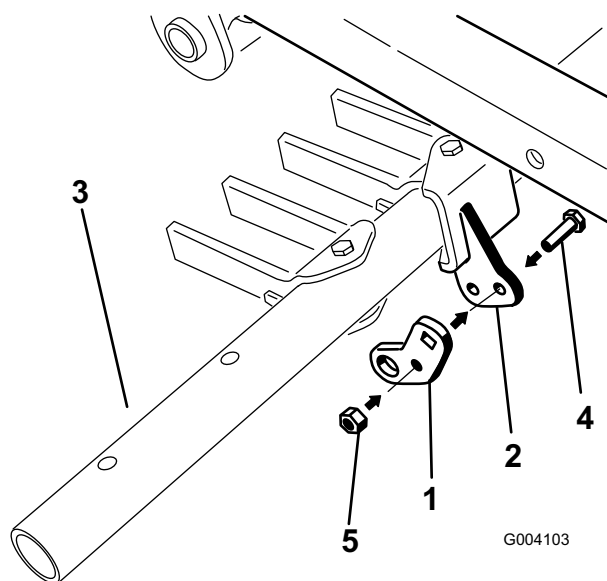

Figura 13
2. Instale provisionalmente la pestaña de giro (usando el taladro central de ésta) en el soporte de pivote de la barra de herramientas usando un perno (5/16 x 1 pulgada) y una contratuercas (5/16 pulgada) (Figura 13).
3. Apriete el perno de pivote central (elemento 4 en Figura 13) a 20 a 25 Nm.